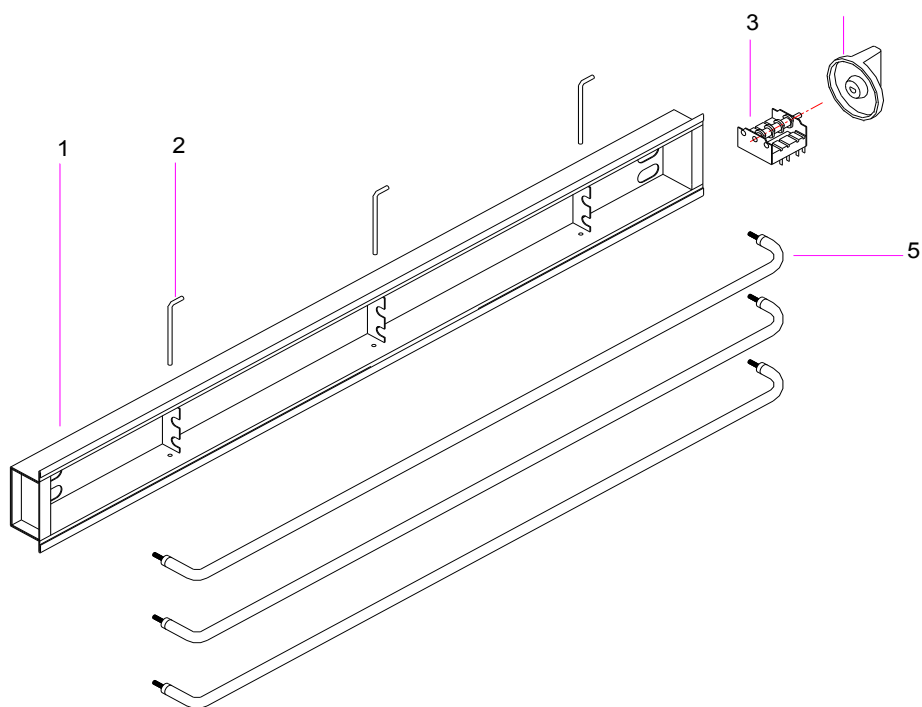

Abbildung 12
- d) Ziehen Sie an den Stäben (2) (siehe Abb. 12) nach oben, und entnehmen Sie die Widerstände (5), indem Sie diese nach außen ziehen.